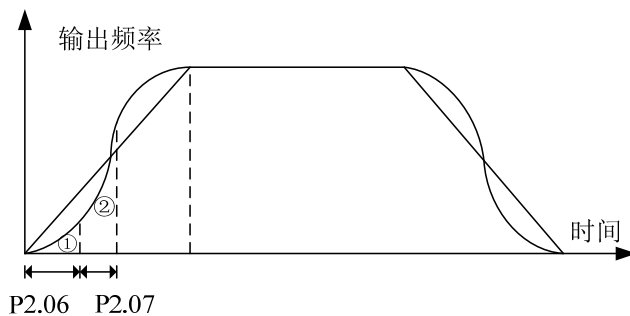

图 4-7 S 加减速曲线
变频器在加减速过程中，输出频率和加减速时间为 S 曲线关系，按照 S 曲线递增或者递减，如图 4-7 所示。本功能一般是为了减少在加减速过程中的噪音和振动，降低起动和停机时的负载冲击。S 曲线的参数是由参数 P2.06 和 P2.07 设定的。
S 曲线起始阶段如图 4-7 中的①所示，是输出频率的斜率从零逐渐增大的过程；
S 曲线上升阶段如图 4-7 中的②所示，是输出频率的斜率保持恒定的阶段；